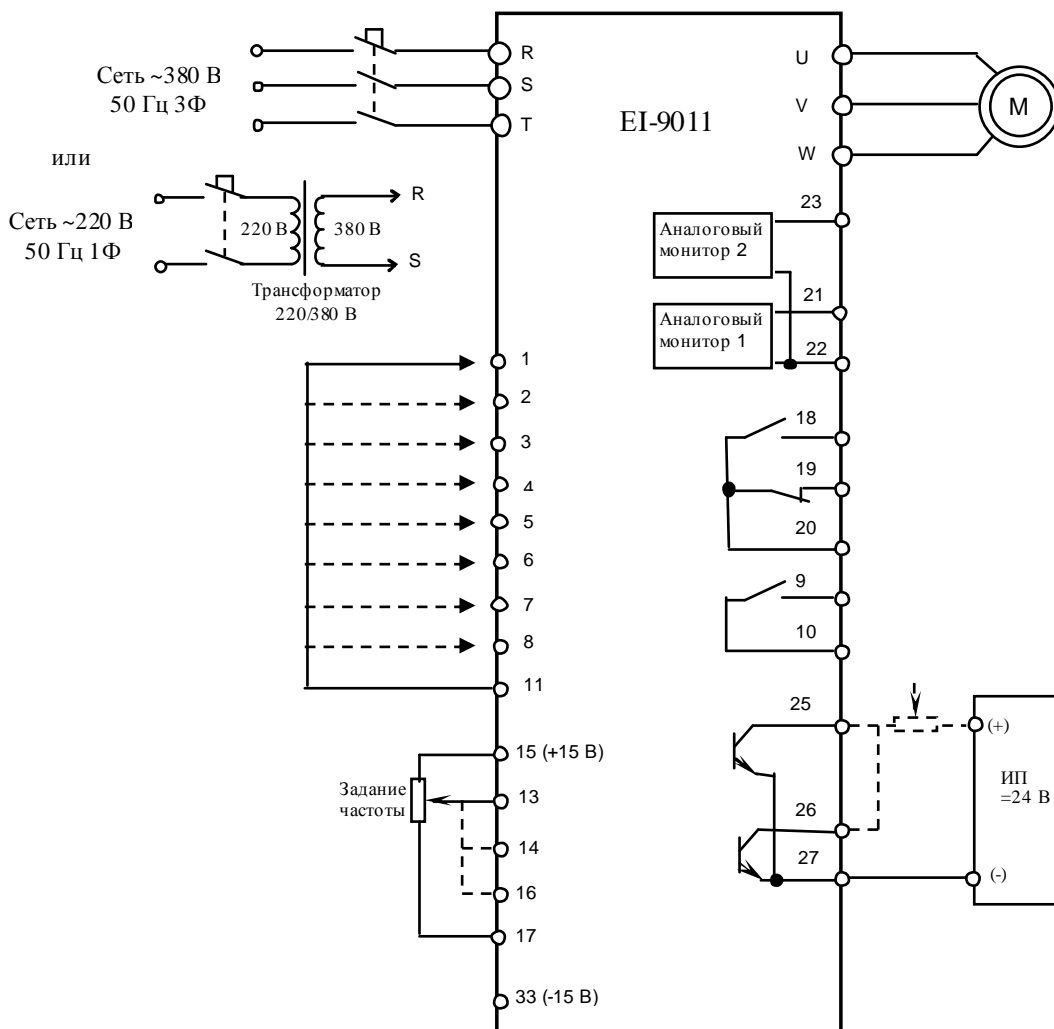

Рис. 4.14. Диагностика цепей управления преобразователя EI-9011.
4.17.18. Отсоединить потенциометр от клемм 15, 16, 17 и присоединить его к клемме 25 и к источнику питания ≈ 24 В, как показано на рис. 4.14. Включить источник питания. При помощи мультиметра в режиме измерения постоянного напряжения $V=$ измерить напряжение между клеммами 25 и 27 – должно быть 24 ± 2 В.